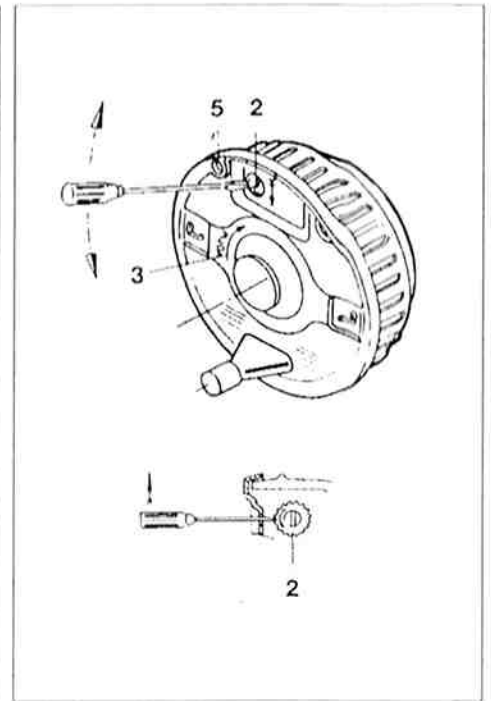

Bild 57
- \* Nachstellmutter (Bild 57, Pos. 2) – Vorwärts-Drehrichtungspfeil) unter ständigem Vorwärtsdrehen des Rades drehen, bis die Bremstrommel feststeht.
- \* die Nachstellmutter zurückdrehen, bis die Bremstrommel in Vorwärtsdrehrichtung (Bild 57, Pos. 3) frei läuft
Gleichmäßiges Ansprechen der Radbremsen prüfen. Unterschiede an den Nachstellmuttern ausgleichen. (Bild 57, Pos. 2)
- \* Überprüfung des Bremsbelagverschleißes an der Bremsbelagkontrollöffnung (Bild 57, Pos. 5), gegebenenfalls Erneuerung der Bremsbeläge und Austausch ermüdeter Rückzugfedern der Bremsbacken